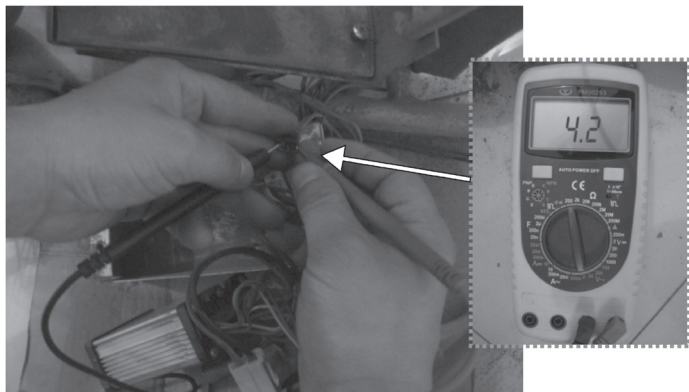

图 8-5 测量调速转把信号电压
4) 当测量调速转把输出信号电压时，却发现未旋转调速转把时该信号电压为 4.2V，如图 8-5 所示。转动调速转把时控制电压也恒为 4.2V，则表明调速转把损坏。